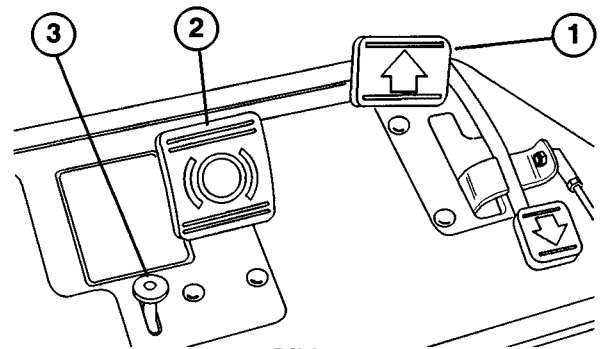
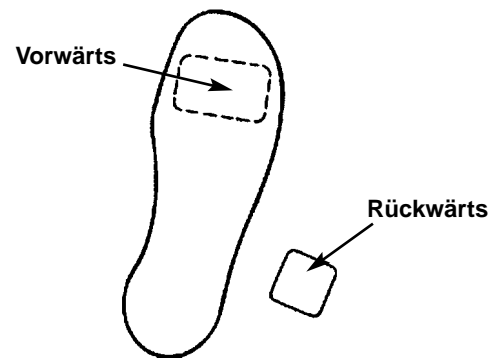

Bild 7
Bild 8
**Fahrpedal** (Bild 7)—Das Fahrpedal hat drei Funktionen: 1) Vorwärtsfahrt der Maschine, 2) Rückwärtsfahrt der Maschine und 3) die Maschine zum Stillstand bringen. Die Oberseite des Pedals drücken, um die Maschine vorwärts zu fahren, die Unterseite, um rückwärts zu fahren oder das Abbremsen der Maschine bei der Vorwärtsfahrt zu unterstützen. Das Pedal weiterhin auf Neutral zurückgehen lassen, um die Maschine zu stoppen. Die Ferse nie auf Rückwärts ausruhen, wenn vorwärts gefahren wird (Bild 8).
**Bremspedal** (Bild 7)—Das Bremspedal aktiviert je eine mechanische Trommelbremse im Autostil, die sich an den Antriebsrädern befinden.
**Feststellbremsfußtaste** (Bild 7)—Drücken des Bremspedals zum Aktivieren der Bremsgruppe und anschließendes Drücken der kleinen dargestellten Fußtaste hält die Bremsen zum Parken im aktivierten Zustand. Die Feststellbremse wird durch Drücken des Bremspedals wieder gelöst. Gewöhnen Sie sich daran, die Feststellbremse vor Verlassen der Maschine zu sperren.